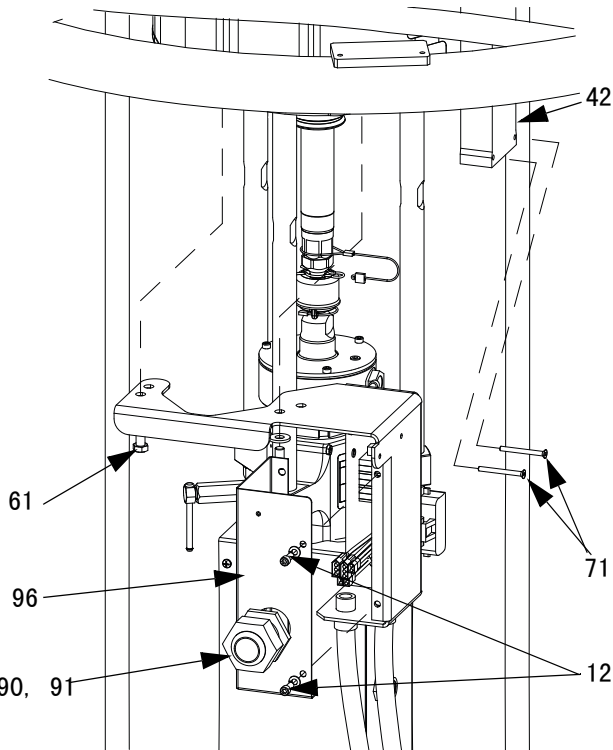

图 35 卸下 D200 和 D200s 接线盒
55 加仑的压盘 (D200 和 D200s 供给系统): 从压盘杆上卸下接线盒。使用两个螺钉 (61) 重新将接线盒装在气动马达上。请参见 图 35。